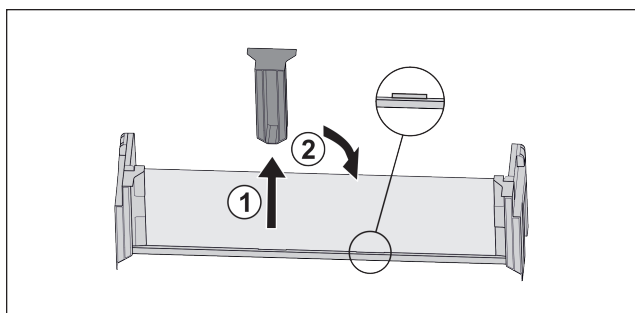

Fig. 17
- Stáhněte prostřední přídržný díl Fig. 17 (1).
- Vložte prostřední přídržný díl do druhé polohy Fig. 17 (2).